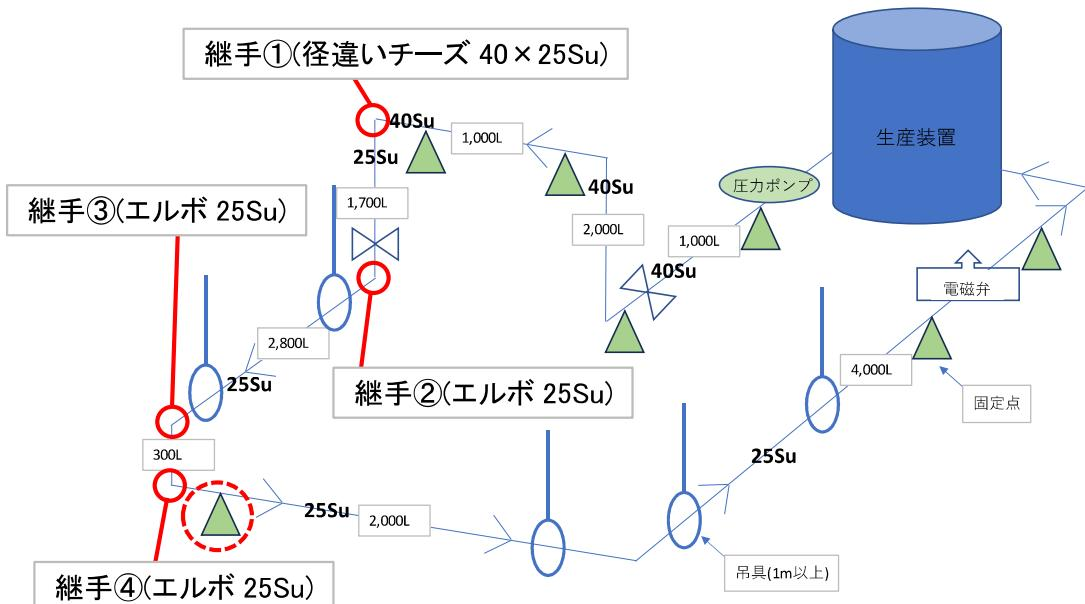

図 4-17 ウォーターハンマー試験 II 概略図
ウォーターハンマーによる振動を想定し、電磁弁を使用して強制的にウォーターハンマーを発生させ、配管経路に設置された継手の袋ナットの緩みを確認する。図 4-17 の通り、ウォーターハンマー試験 I の試験配管に固定点を追加し(図 4-17 の赤点線部)、継手①、②、③、④(図 4-17 赤丸部)について評価を行う。